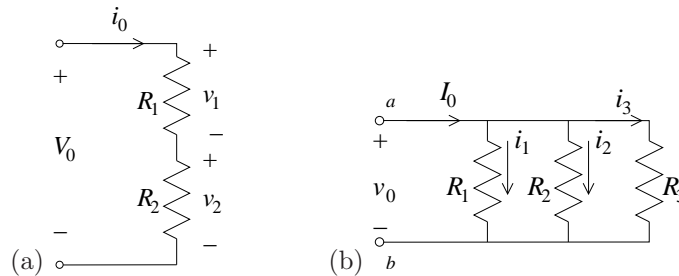

Figura 1.29: (a) Divisor de tensión. (b) Divisor de corriente
*Observación:* en la Figura 1.29 se representan los divisores de tensión y de corriente de una manera ligeramente diferente. Esto es para indicar que la fórmula del divisor de tensión (resp. divisor de corriente) es válida para cualquier tensión entre los terminales de la configuración en serie (resp. cualquier corriente entrando a la configuración en paralelo). Aquí se puede apreciar perfectamente de donde vienen las propiedades de un divisor de tensión: la corriente  $i_0$  es la misma en todos los elementos en serie, es decir, es la misma en toda la rama. En el caso del divisor de corriente, la tensión  $v_0$  es la misma en todos los elementos en paralelo, es decir, la tensión entre el nodo  $a$  y  $b$  (nodo de referencia) es igual para todos los elementos.